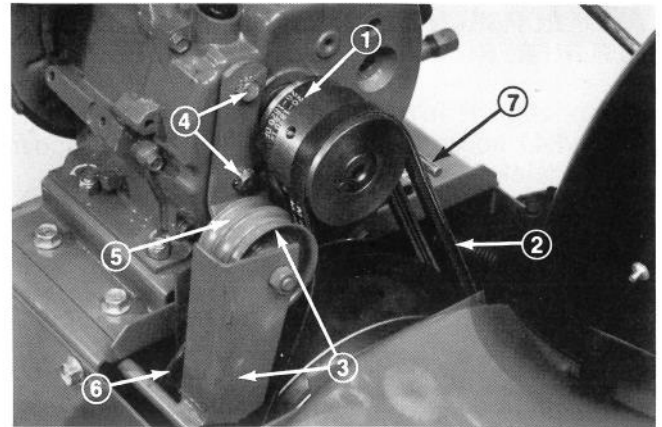

Abb. 34
Wenn der Fahrtriebsriemen (Abb. 34) abgenutzt, verzogen, verölt oder anderweitig defekt ist, muss er erneuert werden.
3. Den Räumwerk-Kupplungshebel auf AUS und den Gangschalthebel auf N (Leerlauf) stellen. Dann den Räumwerk-antriebsriemen von der Motorriemenscheibe und von der grossen Räumwerk-/Gebläse-Riemenscheibe abnehmen (Abb. 34).
4. Die beiden Sechskantschrauben (Abb. 34) lösen, mit denen der Spannrollenhebel vorne am Motor befestigt ist. Dann den Fahrtriebsriemen von der Motorriemenscheibe und Fahrtriebsscheibe (Abb. 34) abnehmen.
5. Den neuen Keilriemen auf die grosse Fahrtriebsriemenscheibe (Abb. 34) legen und dann so über die Motorriemenscheibe ziehen, dass er innerhalb der Spannrolle und Riemenführung liegt (Abb. 34).
6. Den neuen Keilriemen auf die grosse Räumwerk-/Gebläse-Riemenscheibe (Abb. 34) legen und dann so über die Motorriemenscheibe ziehen, dass er innerhalb der Spannrolle und Riemenführung liegt (Abb. 34).
Wenn der Räumwerk/Gebläse-Antriebsriemen (Abb. 34) abgenutzt, verzogen, verölt oder anderweitig defekt ist, muss er erneuert werden.
3. Den Räumwerk-Kupplungshebel auf AUS und den Gangschalthebel auf N (Leerlauf) stellen. Dann den Räumwerkanttriebsriemen von der Motorriemenscheibe und von der grossen Räumwerk/Gebläse-Riemenscheibe abnehmen (Abb. 34).
4. Den neuen Keilriemen auf die grosse Räumwerk/Gebläse-Riemenscheibe (Abb. 34) legen und dann so über die Motorriemenscheibe ziehen, dass er innerhalb der Spannrolle und Riemenführung liegt (Abb. 34).